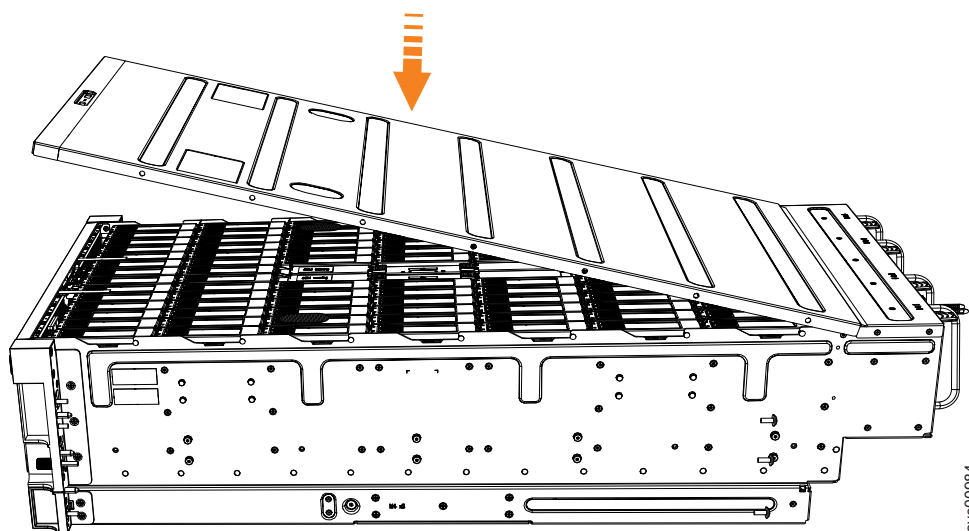

図 78. 2145-92F 上部カバーの位置合わせ
1. 図 78 に示すように、カバーを慎重に下げて、エンクロージャーの背面に正しく位置合わせされていることを確認します。